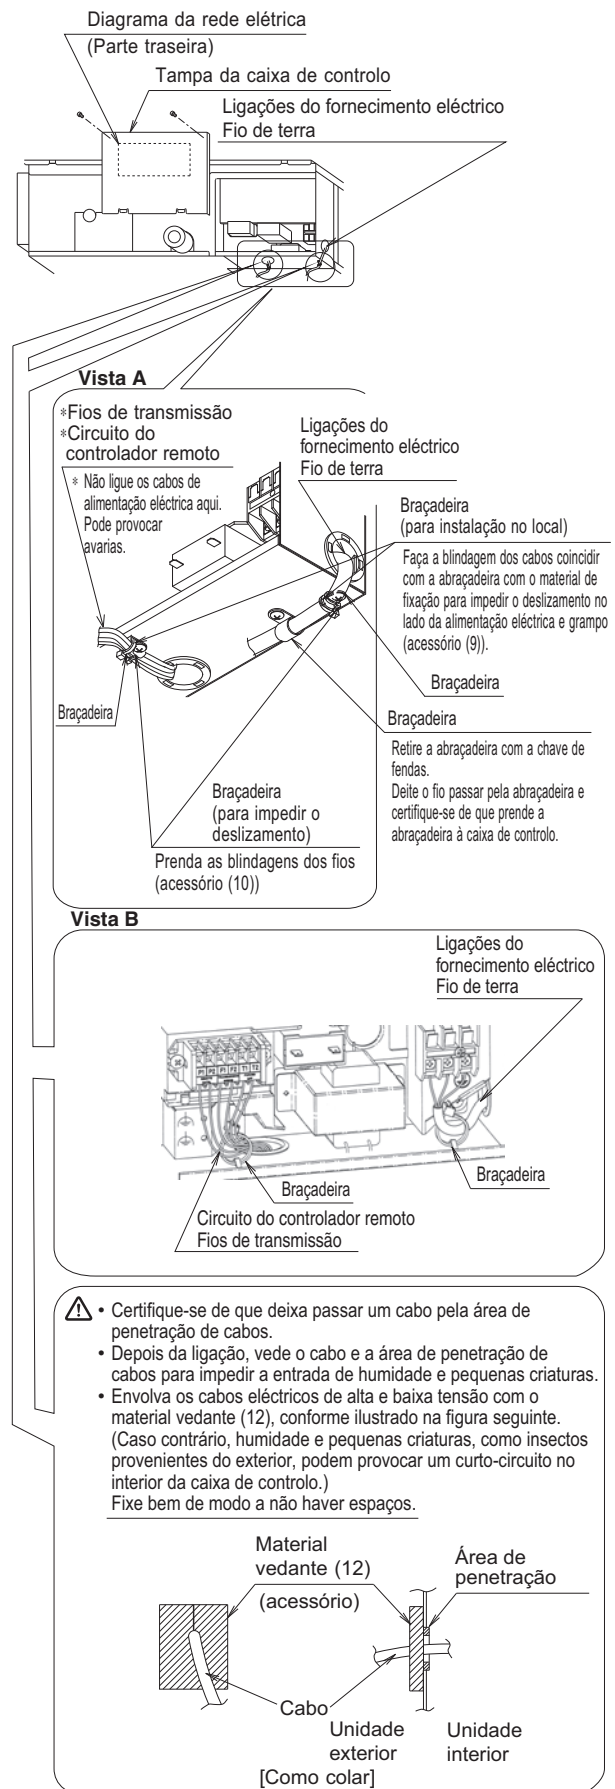

Fig. 17
Prenda bem os cabos com as braçadeiras (9) (10) disponibilizadas como acessórios Fig. 17 para que não seja aplicada tensão sobre as áreas de ligação dos cabos.
- Ligue somente depois de retirar a tampa da caixa de controle, conforme ilustrado na Fig. 17, referente à vista A ou B consoante o tipo de unidade.
- Ao prender os cabos, utilize o material respectivo (9) e (10) fornecido para o efeito, conforme ilustrado na Fig. 17, para impedir que as ligações dos cabos estejam sujeitas a pressões exteriores, e fixe com firmeza.